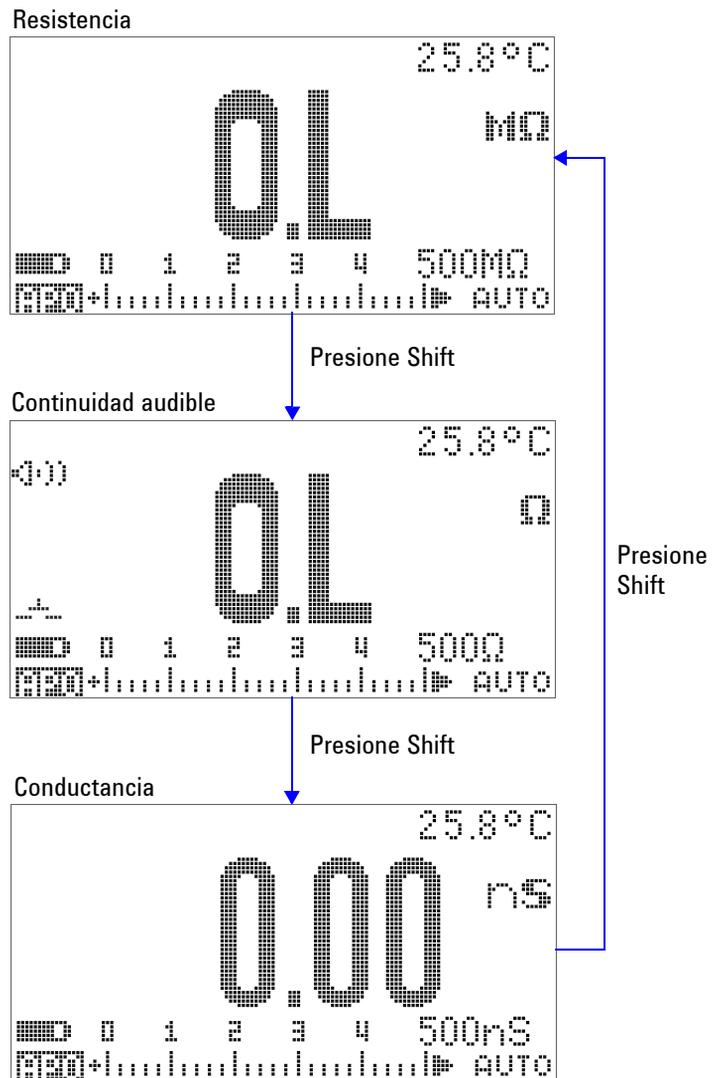

Figura 2-9 Pruebas de resistencia, continuidad audible y conductancia
- 4 Presione  para desplazarse a través de la prueba de continuidad audible ( o , dependiendo de la Configuración), medición de conductancia () y medición de resistencia () tal como se muestra en la Figura 2-9 en la página 43.